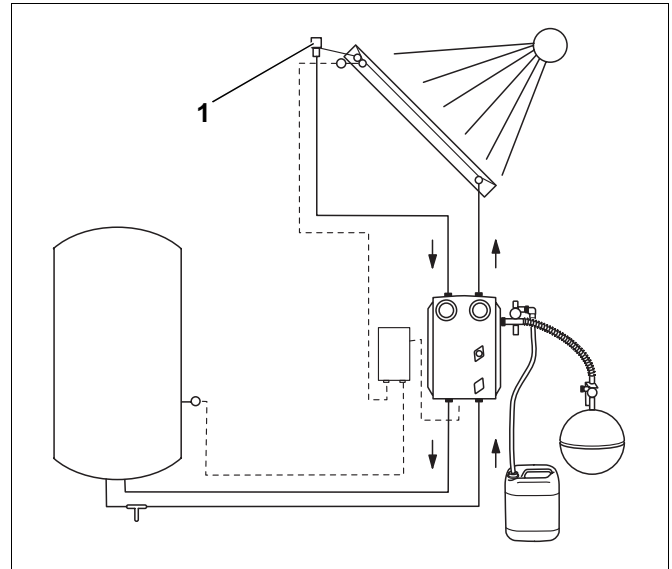

Abb. 3 Position des Entlüfters
- Rohrleitungen mit Steigung zum Entlüfter (Abb. 3, **Pos. 1**) verlegen. Bei jedem Richtungswechsel nach unten ist ein zusätzlicher Lufttopf mit Entlüfter notwendig (Ganzmetall-Entlüfter verwenden; Temperaturbeständigkeit mind. 120°C).